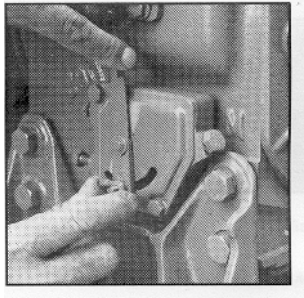

Рис. 10
2. Установить рычаг управления оборотами в положение «Полный газ» (рычаг в крайнем нижнем левом положении), рис. 10. Для двигателей установленных на электроагрегатах этот пункт выполнять не требуется, т.к. обороты двигателя зафиксированы на 3000 об/мин.